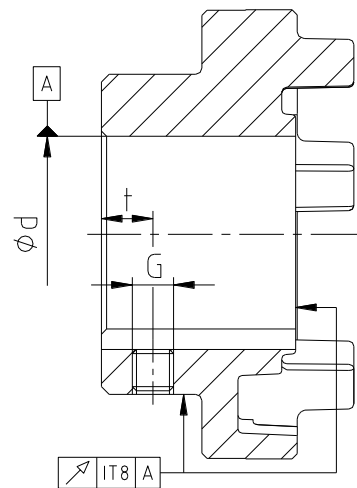

Bild 17: Rund- und Planlaufgenauigkeit
- Bei Herstellung der Nabenbohrung durch den Kunden ist die Rund- bzw. Planlaufgenauigkeit (siehe Bild 17) einzuhalten.